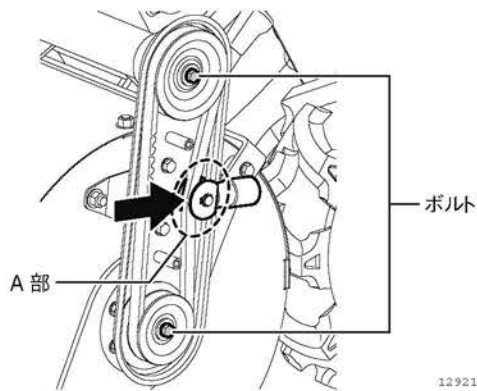

図 4-47
2. プーリのボルト (2カ所) を外します。(図 4-47)
3. ばねで常にベルトを張っているため、A部を矢印の方向に押しながら、上下のプーリと一緒にローター駆動ベルトを外します。(図 4-47)